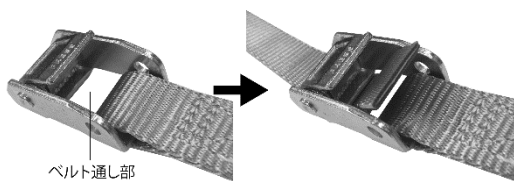

図4
- ① カムバックルに対し、ベルトがねじれないように注意しながら対象物にベルトを巻いて下さい。
- ② カムバックル裏側よりベルトを通して下さい（図4参照）。